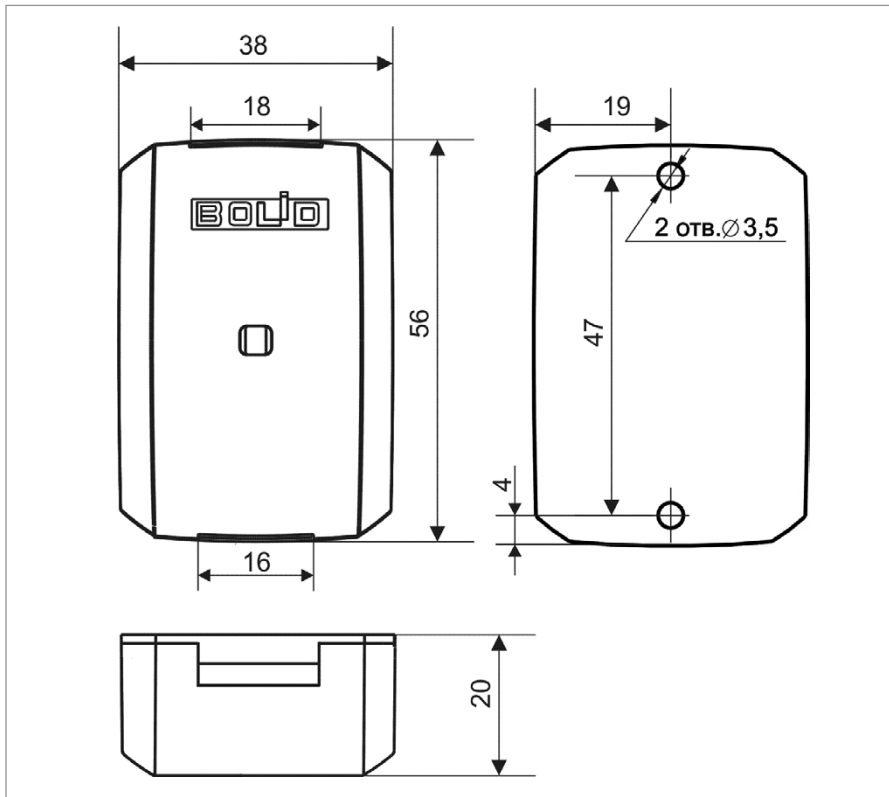

Рисунок 21. Габаритные и установочные размеры прибора
1. Наметьте на стене места для двух установочных отверстий в соответствии с габаритным чертежом Рисунок 21.